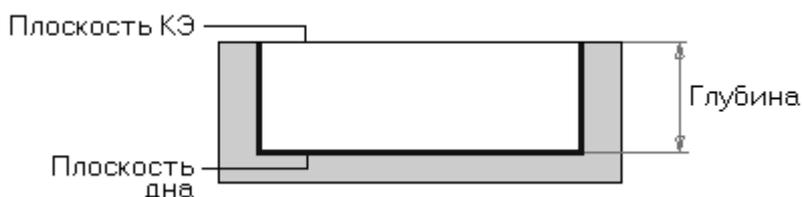

Рис. 7 Глубина конструктивного элемента «Колодец»
**Глубина** — это расстояние между плоскостью КЭ и дном колодца (рис. 7).